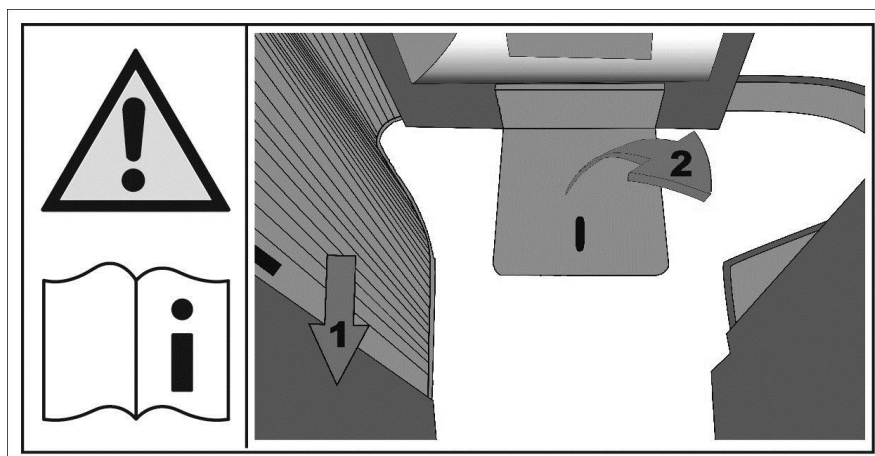

Fig. 136 Autocollants
- Sur l'implantation 5.0 : Uniquement retirer la trappe dans le plancher pour accéder aux réservoirs d'eau lorsque la porte coulissante à lamelles vers le cabinet de toilettes est complètement fermée (voir Fig. 136).